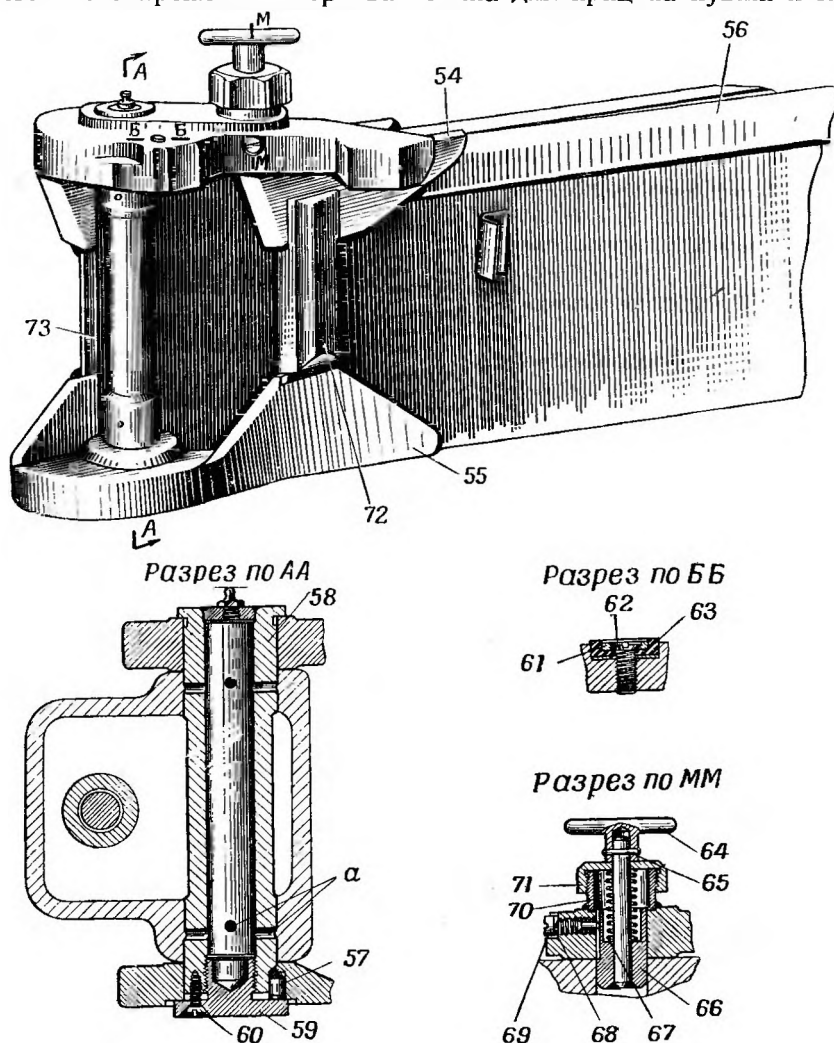

Рис. 51. Станины С619 (шарнирная левая часть):
Правая и левая станины (рис. 51, 52 и 53) конструктивно одинаковы. Каждая станина состоит из корпуса, верхней и нижней шарнирных частей и сошника.
- вывинтить винты 60 (рис. 51);
1. Собрать станины с лобовой коробкой (рис. 51), для чего: